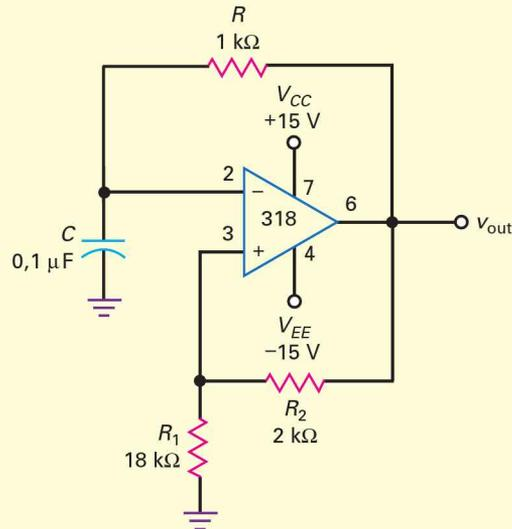

Figure 20.34
D'après la figure 20.34, quelle est la valeur de la fréquence du signal de sortie ?
Pour le circuit de la figure 20.34, le signal rectangulaire de sortie présente une fréquence 1,7 kHz et une valeur crête à crête $2V_{\text{sat}}$, soit approximativement 27 V.
20.10 Avez-vous compris ? À la figure 20.34, faire passer la résistance de 18 k Ω à 10 k Ω et calculer la nouvelle fréquence de sortie.
20.11 Avez-vous compris ? Reprendre la question 20.11 en faisant passer la résistance de la figure 20.34 de 18 k Ω à 10 k Ω .